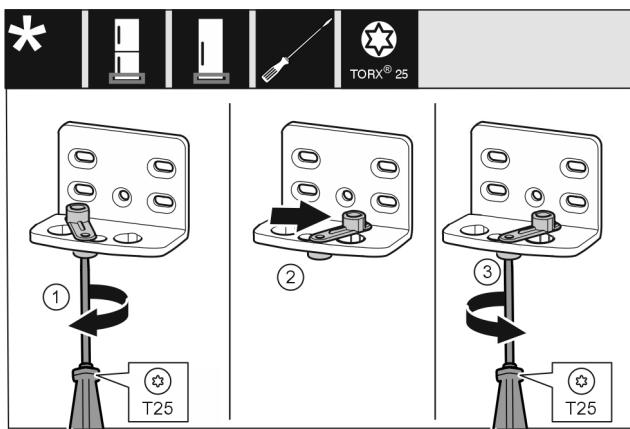

Fig. 9
- ▶ 用 T25 螺丝刀拧松螺钉。Fig. 9 (1)
- ▶ 将关门辅助装置提起并向右 90° 转入钻孔。Fig. 9 (2)
- ▶ 用 T25 螺丝刀拧紧螺钉。Fig. 9 (3)